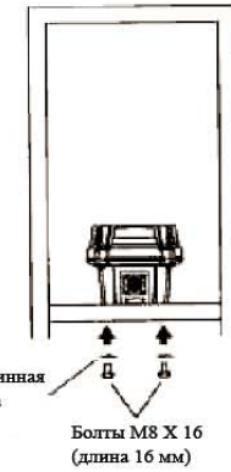

Рисунок 2
2. Закрепите поворотное устройство на монтажной плате опоры с помощью болтов M8 X 16 и пружинных шайб из комплекта поставки. Рекомендуется слегка смазать концы болтов тавотом, что в будущем облегчит демонтаж (см. Рисунок 2).